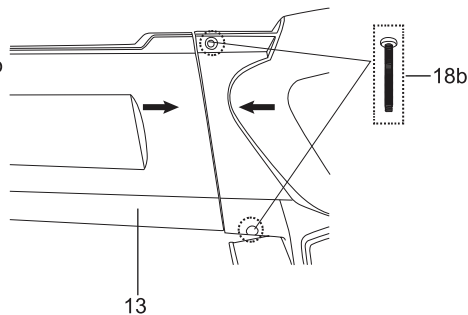

Fig. 2
2. Alinhe o tubo superior (13) com a unidade do motor e insira-o completamente até ao batente. Fixe o tubo (13) com o parafuso (18b). (Fig. 2)